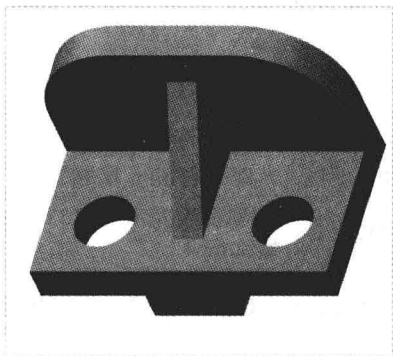

图 6-88 创建轮廓筋特征
Step 05 单击“应用并保存在工具中所做的所有更改，然后关闭工具操控板”按钮 ✓，即可创建轮廓筋特征，如图 6-88 所示。